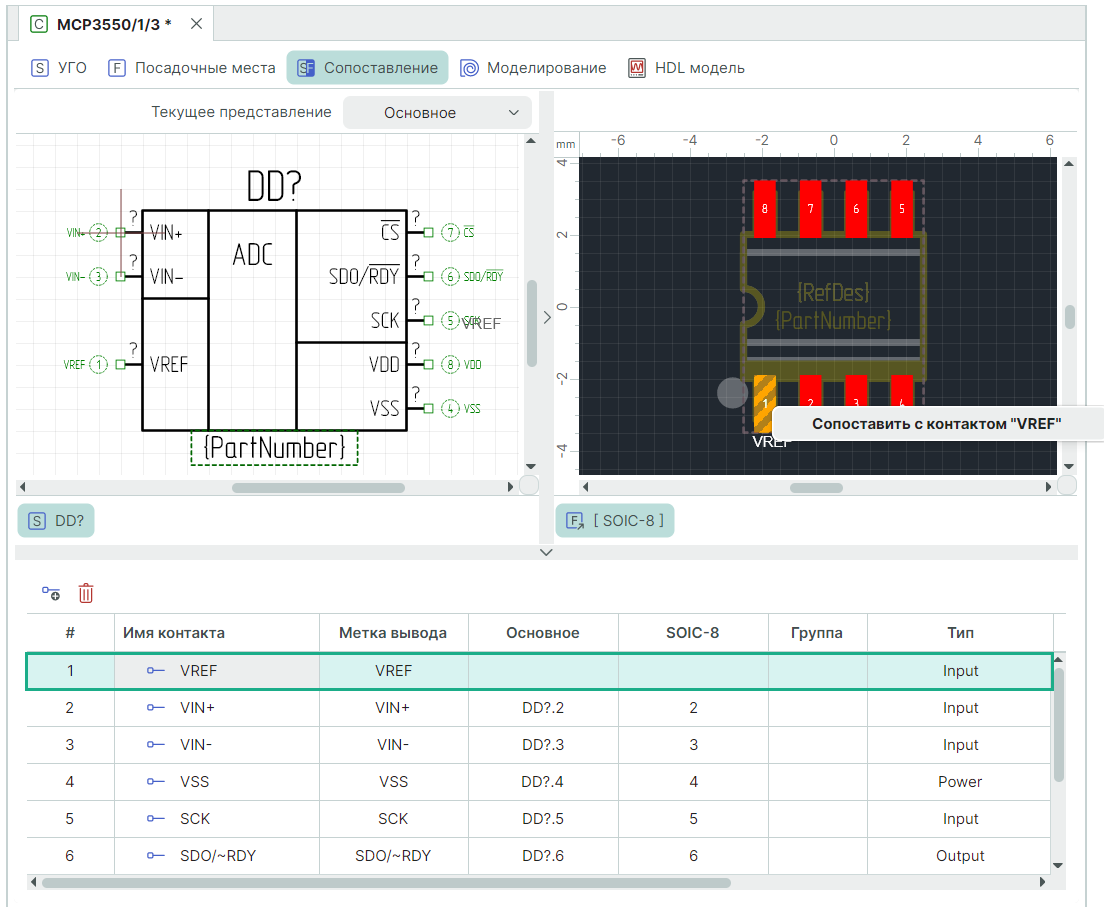

Рис. 266 Этапы сопоставления
2. Наведите курсор на вывод УГО или на контактную площадку посадочного места, нажмите правую кнопку мыши, сопоставьте с выбранным контактом, см. Рис. 266.